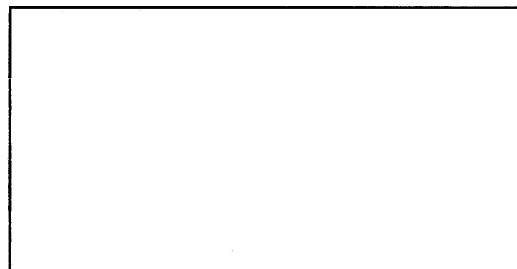

Рис.5. Пример полукруглого поиска.
3. Поиск ведите не торопясь, систематически, старайтесь вести рамку так, как показано на рис.5.